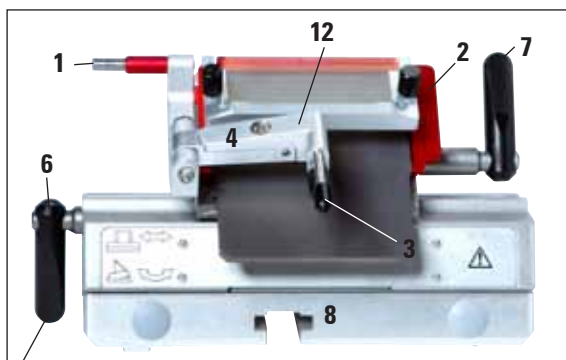
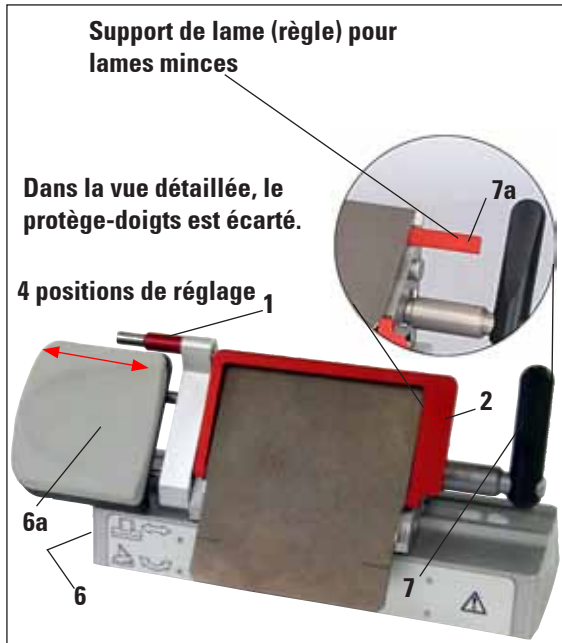

Fig. 12
Fig. 14
- Éjecteur de lame (1) et protège-doigts (2)
- Réglage de l'angle de dégagement (5) avec clé pour vis à six pans creux de 4 (voir les détails sur la fig. de gauche sur le porte-lame) ; l'angle recommandé est compris entre 2° et 5°.
- Levier (6) du déplacement latéral
- Levier (7) de serrage de la lame
- Support de lame (règle) requis pour l'insertion de lames minces (7a, fig. 14) dans le porte-lame Premium.
- Réglage de l'angle de dégagement avec clé pour vis à six pans creux de 4 (voir 5, fig. 12, à gauche sur le porte-lame) ; l'angle recommandé est compris entre 2° et 5°.
- Le levier (6) de déplacement latéral (doit être orienté vers le bas afin de permettre le déplacement sans encombre du repose-doigts).
1. Pour détacher l'arc (1) du socle, desserrez la vis de réglage de l'angle de dégagement (2) avec la clé pour vis à six pans creux de 4, puis retirez l'arc (1) de l'embase de porte.
2. Rabattez le système anti-roll (3) vers la gauche tout en tenant le levier (4).
3. Pour desserrer le levier de blocage de la plaque de pression (5), tournez-le dans le sens inverse des aiguilles d'une montre.
4. Maintenez la plaque de pression (6), puis retirez les goujons (7).
5. Enlevez la plaque de pression (6) pour la nettoyer (avec de l'alcool).
6. Pour extraire de l'arc la partie supérieure (8), tournez le levier du porte-lame (6, fig. 12) dans le sens des aiguilles d'une montre pour le desserrer, puis dégagez-le. Il est désormais possible de déplacer le porte-lame latéralement et de le sortir de l'arc.